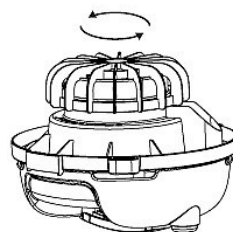

Fig. 11: Retirar la tapa del filtro
Paso 1: Apague el aspirador en seco y suelte el cierre para poder retirar la tapa del depósito (fig. 11).